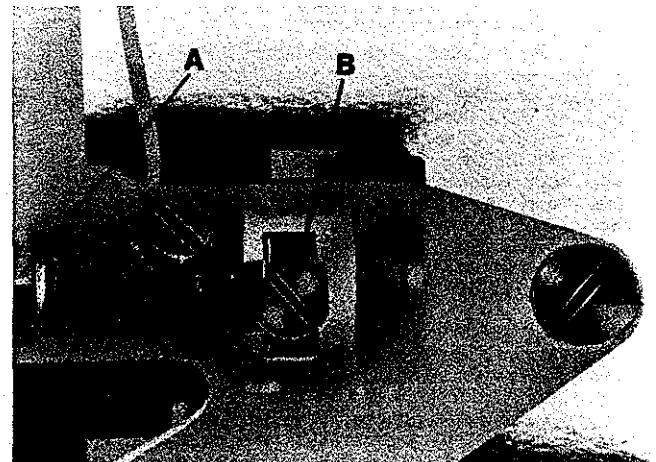

Fig.41
The amount of spreader travel from extreme left to extreme right position can be increased or reduced if required. For adjustment loosen nut (A, Fig. 41), turning screw (B) clockwise reduces and turning it counterclockwise increases the amount of spreader travel. Retighten nut (A).
Der Weg des Legers von der linken zur rechten Endstellung kann bei Bedarf, vergrößert oder verkleinert werden. Zur Einstellung lösen Sie die Mutter (A, Fig. 41), drehen der Schraube (B) im Uhrzeigersinn verkleinert und drehen im Gegenuhreigersinn vergrößert den Legerweg. Ziehen Sie die Mutter (A) wieder an.